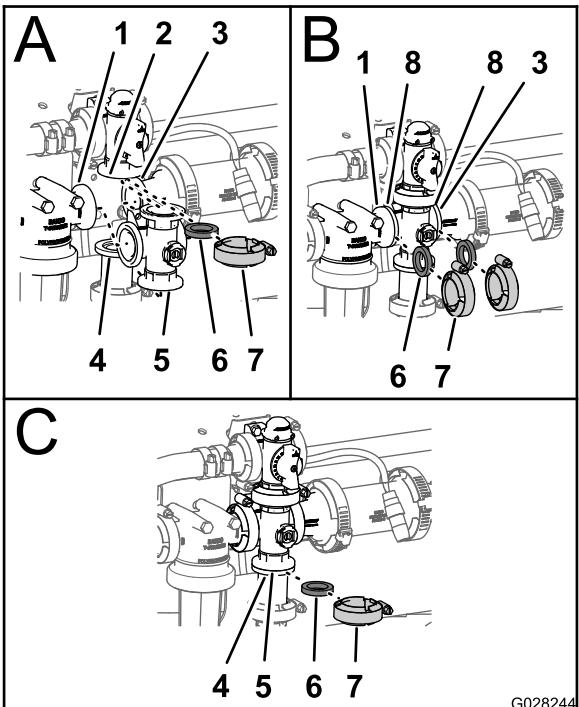

图121
1. 将搅拌旁通阀凸缘、1 个垫片与搅拌阀岐管的端盖接头凸缘对齐 图121。
- 用夹具组装搅拌旁通阀、垫片和搅拌阀岐管并用手紧固图121。
- 在压力式滤清器头的凸缘与搅拌阀岐管之间放1个垫片图121。
- 用夹具组装压力式滤清器头、垫片和搅拌阀岐管并用手紧固图121。
- 在搅拌阀岐管凸缘与异径管连接头之间放1个垫片图121。
- 用夹具组装搅拌阀岐管、垫片和异径管连接头并用手紧固图121。
- 在搅拌阀岐管凸缘与搅拌节流阀安装座接头之间放1个垫片图121。
- 用夹具组装搅拌阀岐管、垫片和适配器接头并用手紧固图121。